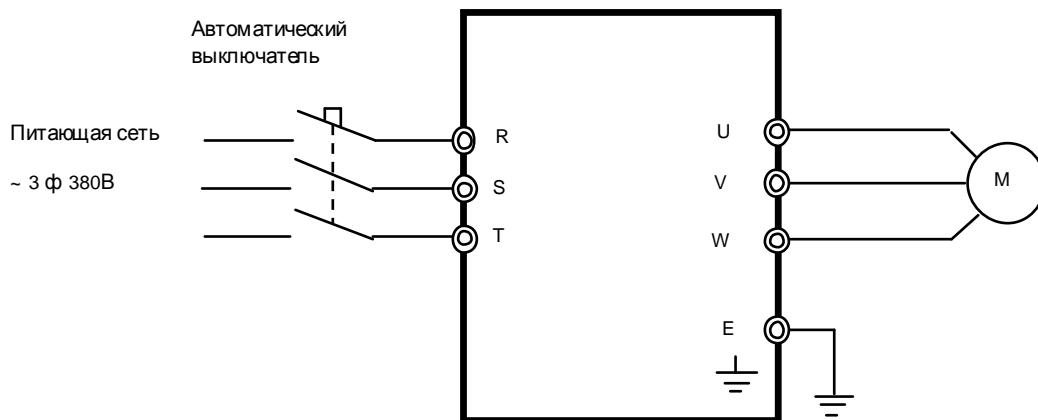

Рис.8.2. Схема подключения силовых цепей ПЧ EI-9011
8.2. Подключить проверяемый ПЧ по схеме, приведенной на рис. 8.2